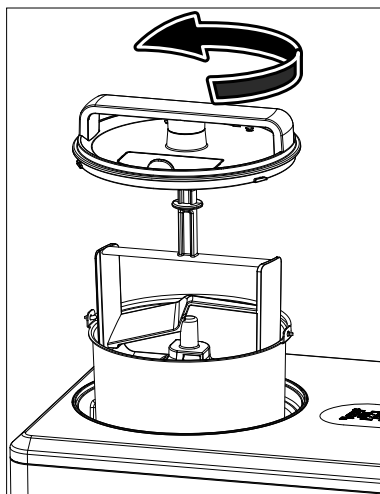

Fig. 4
- ▶ Para añadir ingredientes adicionales, p. ej., nueces, abra la boca de llenado de la tapa (véase **Fig. 4**). La refrigeración no se interrumpe, el accesorio de batir sigue girando y el proceso de preparación prosigue.
- ▶ Vuelva a cerrar la boca de llenado (12) después del llenado.